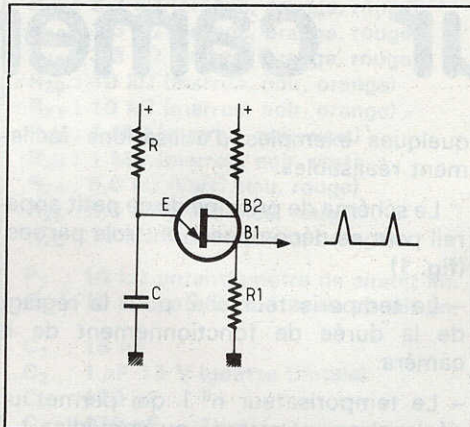

Fig. 4. – Schéma de base d'un oscillateur à UJT.
b) L'oscillateur à UJT (unijonction) (fig. 4)